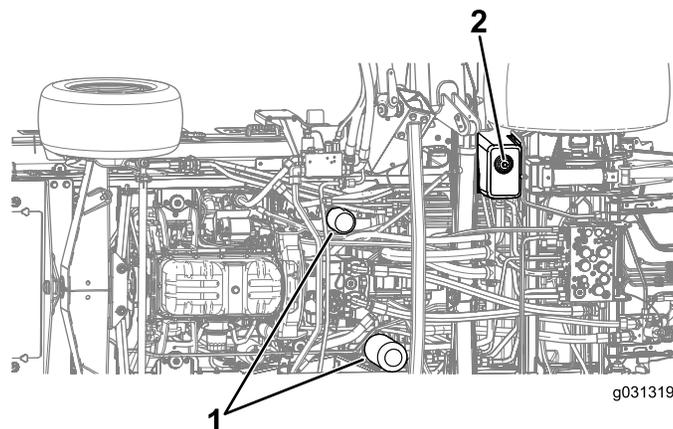

図 135
4. タンクの底面にあるドレンプラグを外し、流れ出すオイルを容器に受ける 図 135。
7. フィルタの下に廃油受けを置いてフィルタを外す 図 135。